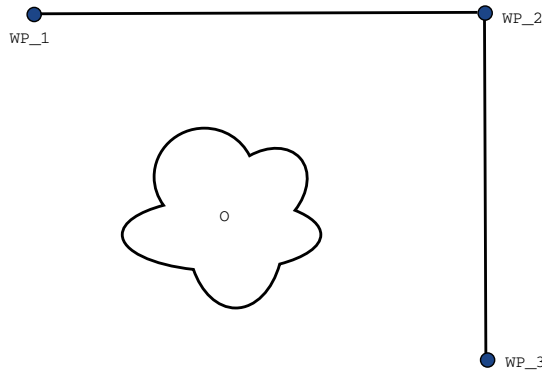

Figure 14.2: WP_1: 初期位置、WP_2: 通過点、WP_3: 持ち上げ位置、O: 障害物。
例 ピッキングのアプリケーションを例として考えた場合、(図14.2参照)、ロボットは現在ウェイポイント 1 (WP_1) にあり、ウェイポイント 3 (WP_3) で対象物を持ち上げる必要があります。対称物やその他の障害物との衝突を避けるため (O)、ロボットは WP_3 にウェイポイ